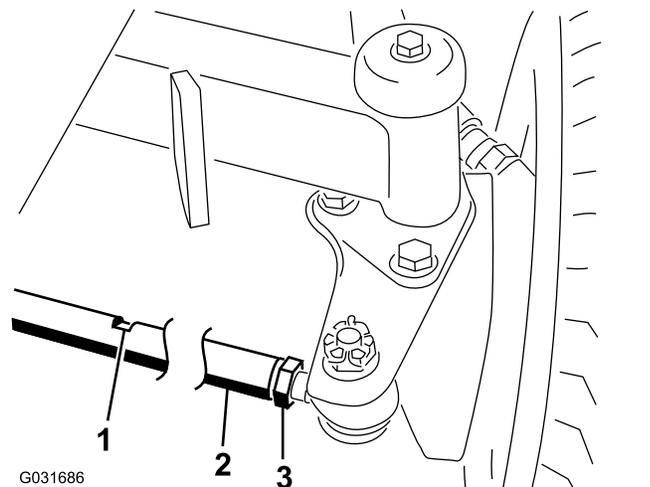

図 80
2. 各タイロッド **図 80**の端についているジャムナットをゆるめる。